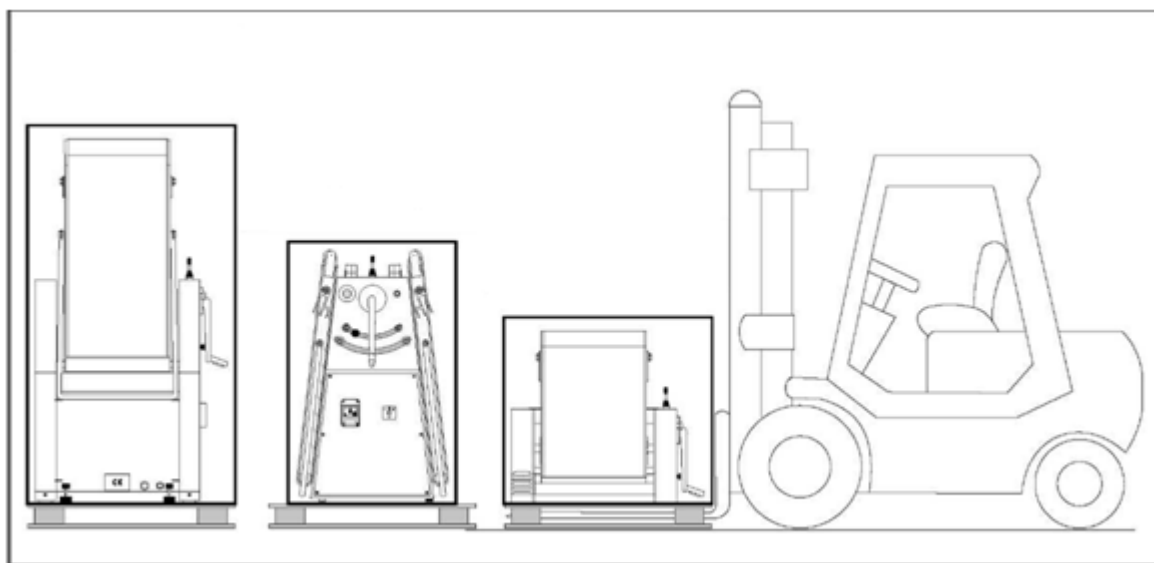

Рис.4 (Перемещение погрузчиком - Упакованная машина на паллете)
- 2- Разместить, как указано на рис. 4, и аккуратно ввести вилочный захват погрузчика в свободные прорези паллеты, убедиться, что кончики вилочного захвата высовываются с противоположной стороны (рис. 4);